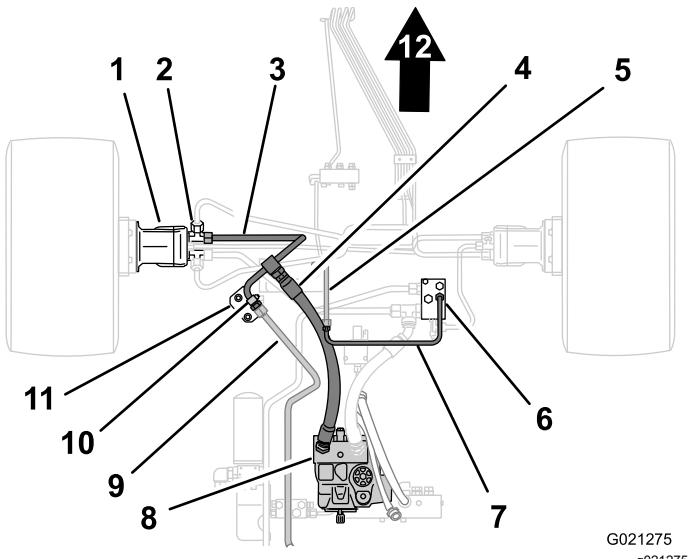
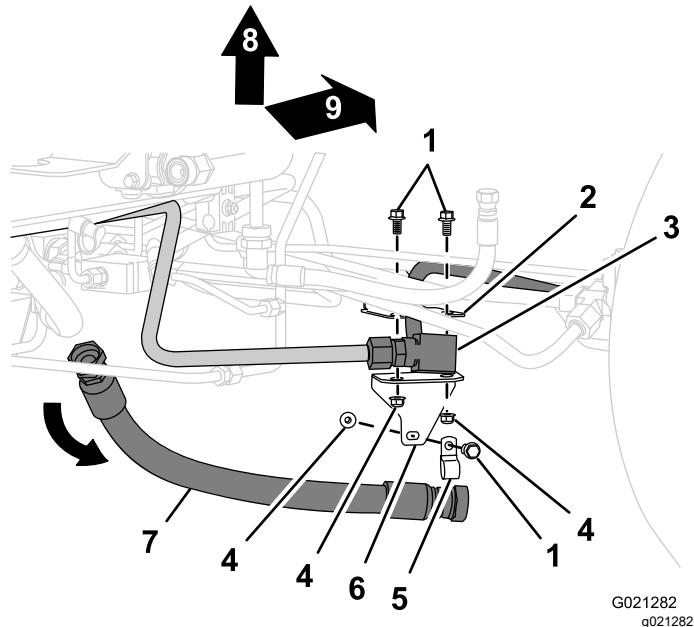

Bild 2
Bild 3
1. Stellen Sie eine Auffangwanne unter das vordere Ende des Druckschlauchs (Bild 2).
2. Schließen Sie das vordere Ende des Druckschlauchs vom Anschlussstück am Verteilerschlauch ab und lassen Sie das Hydrauliköl aus dem Schlauch ablaufen (Bild 3).
3. Schließen Sie das hintere Ende des Druckschlauchs vom Anschlussstück an der Hydraulikpumpe ab und entfernen Sie den Druckschlauch; siehe Bild 2 und Bild 3.
2. Nehmen Sie die Schlauchmutter für das Querrohr vom Anschlussstück im Heckantriebverteiler ab (Bild 2 oder Bild 3).
3. Nehmen Sie die Schlauchmutter für den Filterschlauch vom Anschlussstück im Querrohr ab und entfernen das Querrohr (Bild 2 oder Bild 3).
- Entfernen Sie die Schraube und Mutter, mit denen der Verteilerschlauch an der Schlauchhalterung befestigt ist, und nehmen Sie die Klemme ab (Bild 3 oder Bild 2).
- Entfernen Sie die zwei Schrauben und zwei Muttern, mit denen die Schlauchhalterung an der Chassishalterung befestigt ist (Bild 3 oder Bild 2).
- Nehmen Sie die Schlauchmutter des Verteilerschlauchs vom T-Anschlussstück im linken Frontantriebssmotor ab und entfernen Sie den Schlauch von der Maschine (Bild 2 oder Bild 3).